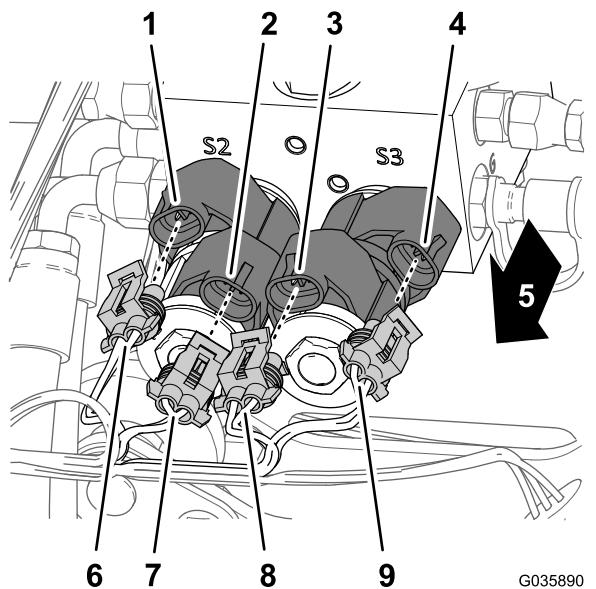

Bild 25
- Stecken Sie vorne am Hubzylinderverteiler die vier elektrischen Anschlüsse des Sonic Boom-Kabelbaums in die Stromspulen für das Steuern der Auslegeranhebung, wie in Bild 25 abgebildet.